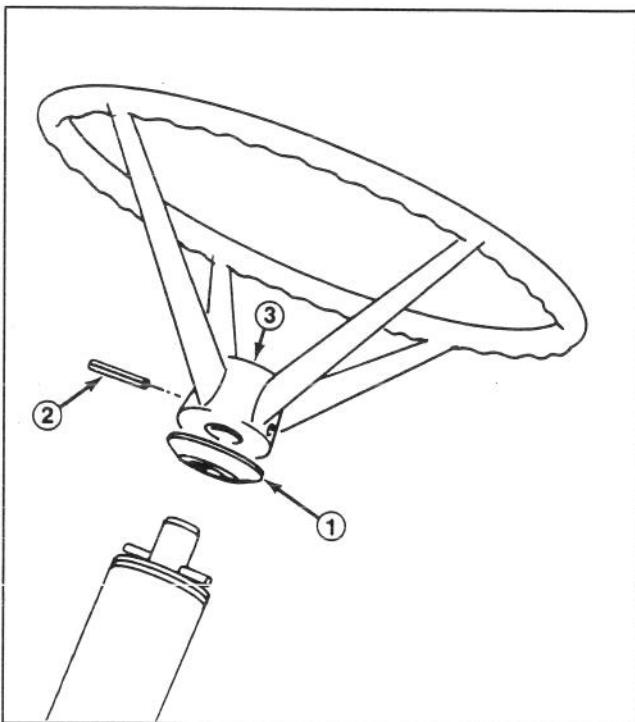

Abbildung 2
- Das Abstandstück soweit auf die Lenkwelle aufschieben, bis die Rille im Abstandstück über den Spaltstift in der Welle paßt (Abb. 2).
Hinweis: Der Lenkradeinsatz (Abb. 2) muß bei nach vorne weisender Radstellung vom Fahrersitz lesbar sein.